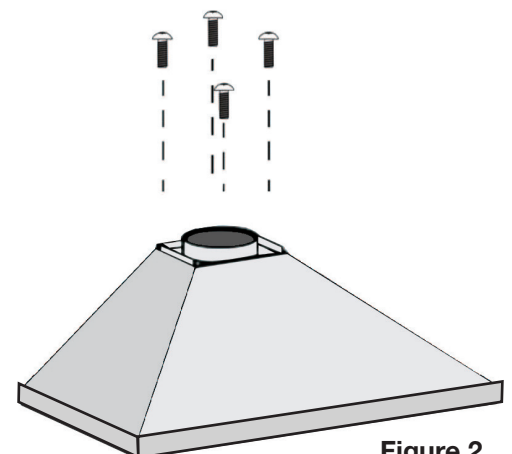

Figure 2
- Fixez le conduit circulaire (échappement) sur le dessus du ventilateur avec 4 vis (C) (voir figure 2).